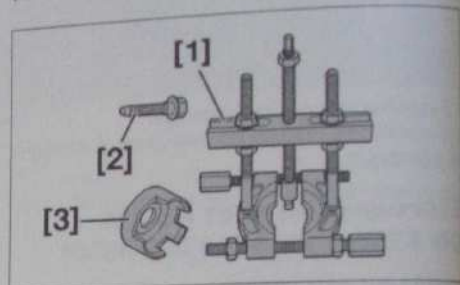

Fig. 32
- [1]. Extracteur FACOM U53 (Fig.32).